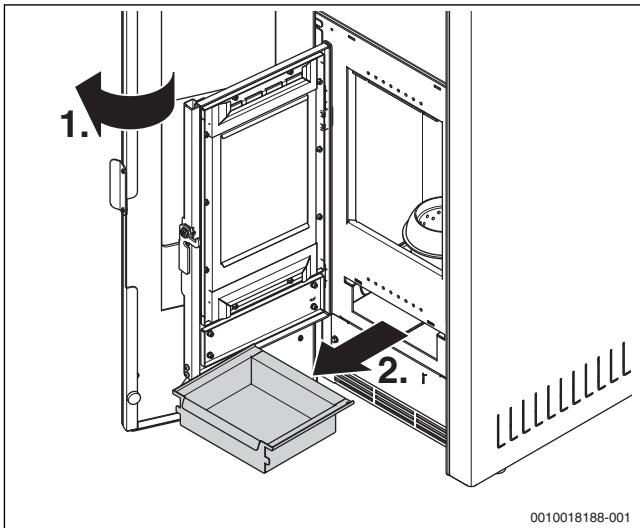

Bild 8 Aschekasten entnehmen
- ▶ Tür öffnen (→ Bild 8, 1.).
- ▶ Aschekasten entnehmen (→ Bild 8, 2.) und Asche entsorgen.